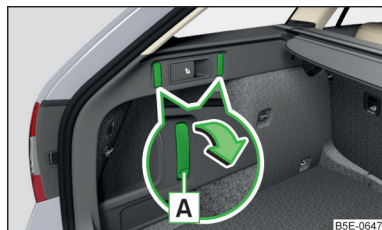

Fig. 108
► Para el **uso**, presionar en la parte inferior **A** del gancho y plegarlo hacia abajo en el sentido de la flecha » **fig. 108**.